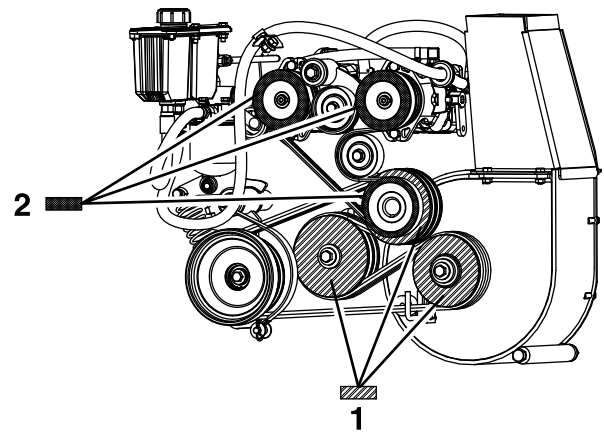

Figura 59
8. Midiendo desde la polea del soplador como punto de partida, mueva el motor y el eje secundario hasta que las superficies traseras de las tres poleas queden alineadas con una tolerancia de 0,8–1,6 mm (1/32" a 1/16") (Figura 59).
4. Usando una regla, alinee cada polea de la bomba con la polea del motor deslizándola por el eje de la bomba (Figura 59).